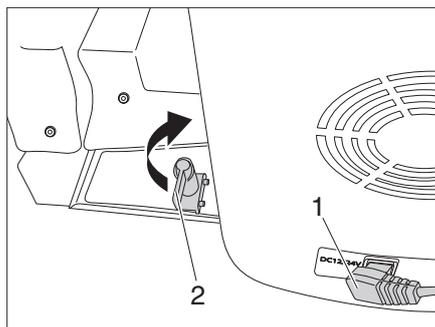

Bild 87 Verschlussicherung
- 12-V-Anschluss (Bild 87,1) an der Kühlbox abziehen.
- Verschlussicherung (Bild 87,2) an der Halteplatte um 180° nach vorne drehen.
- Verschlussicherung (Bild 87,2) an der Halteplatte um 180° nach hinten drehen.
- 12-V-Anschluss (Bild 87,1) an der Kühlbox einstecken.